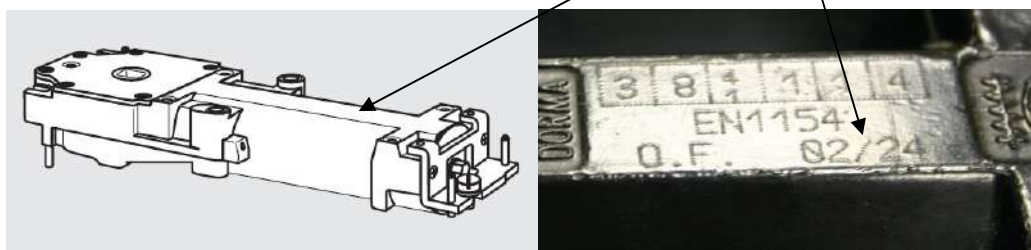

Рис. 15. Маркировка даты изготовления на корпусе доводчика DORMA BTS 75V.
1. Изготовитель гарантирует исправную работу изделия в течение 24 месяцев с даты изготовления. Дата изготовления указана в обозначенном месте на корпусе доводчика в виде четырехзначного числа (Рис. 15). Первые две цифры обозначают год выпуска, две последние – через дробь – календарную неделю на которой оно изготовлено.